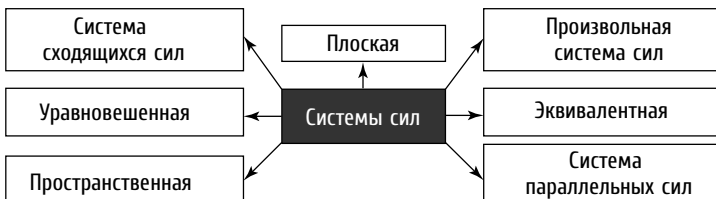

Рис. 8
- **Какие системы сил вы знаете? Дайте им определение** (рис. 8).